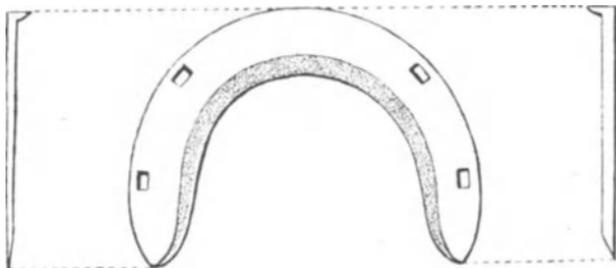

Abb. 56. Halbmondeisen.
**6. Halbmond- und Dreiviertelisen.** Das halbmondförmige Eisen ist ohne Falz, kürzer und dünner als das gewöhnliche Eisen, hat 4 Stempellöcher und eine Abdachung an der Bodenfläche. Die Schenkelenden sind abgeschärft (Abb. 56).